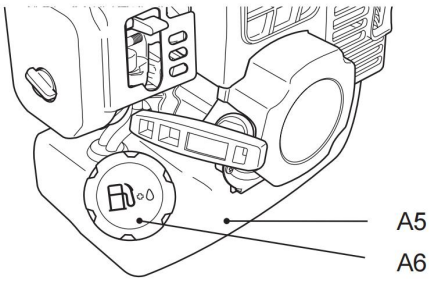

Fig. 25
- 7. Desenrosque y retire el tapón del depósito de combustible (A6) (Fig. 25).